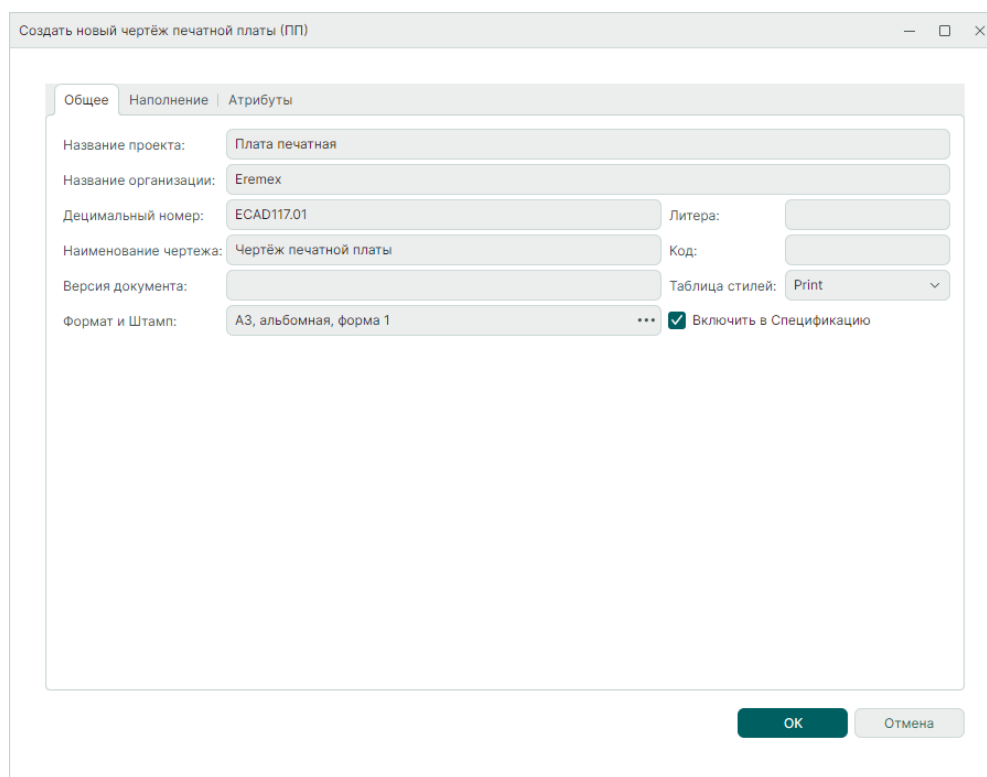

Рис. 72 Окно «Создать новый чертёж печатной платы (ПП)». Вкладка «Общее»
3. Во вкладке «Общее» окна «Создать новый чертёж печатной платы (ПП)» введите значения, которые впоследствии будут отображены в таблице штампа рамки в соответствующих полях, см. Рис. 72.